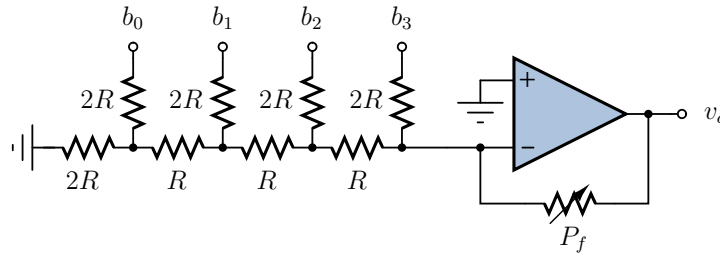

Figura 3: DAC R2R de 4 bits con ganancia
- En la figura 3 se agregó un amplificador inversor a la salida del arreglo. El potenciómetro  $P_f$  define la amplitud de la señal  $v_o$ .